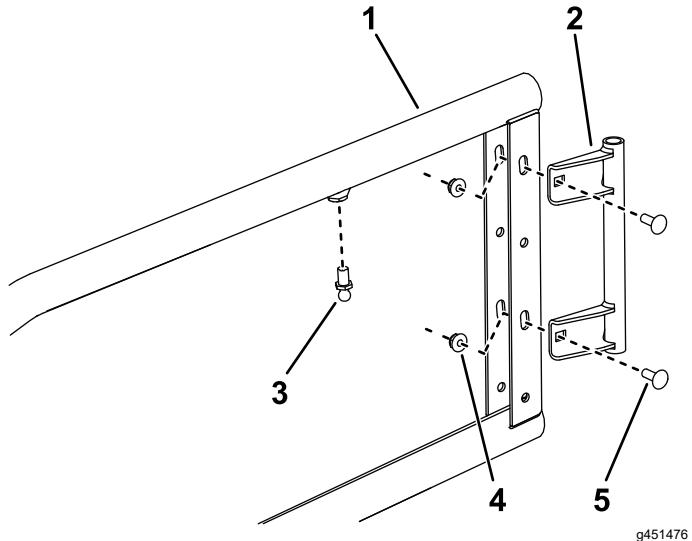

Figura 3
- Prenda, sem apertar totalmente, a articulação da porta na ranhura da estrutura da porta utilizando dois parafusos de carroçaria e as porcas de bloqueio como mostrado na Figura 3.
- Instale uma cavilha na estrutura da porta como mostrado na Figura 3; aperte-a com 10 a 12 N·m.